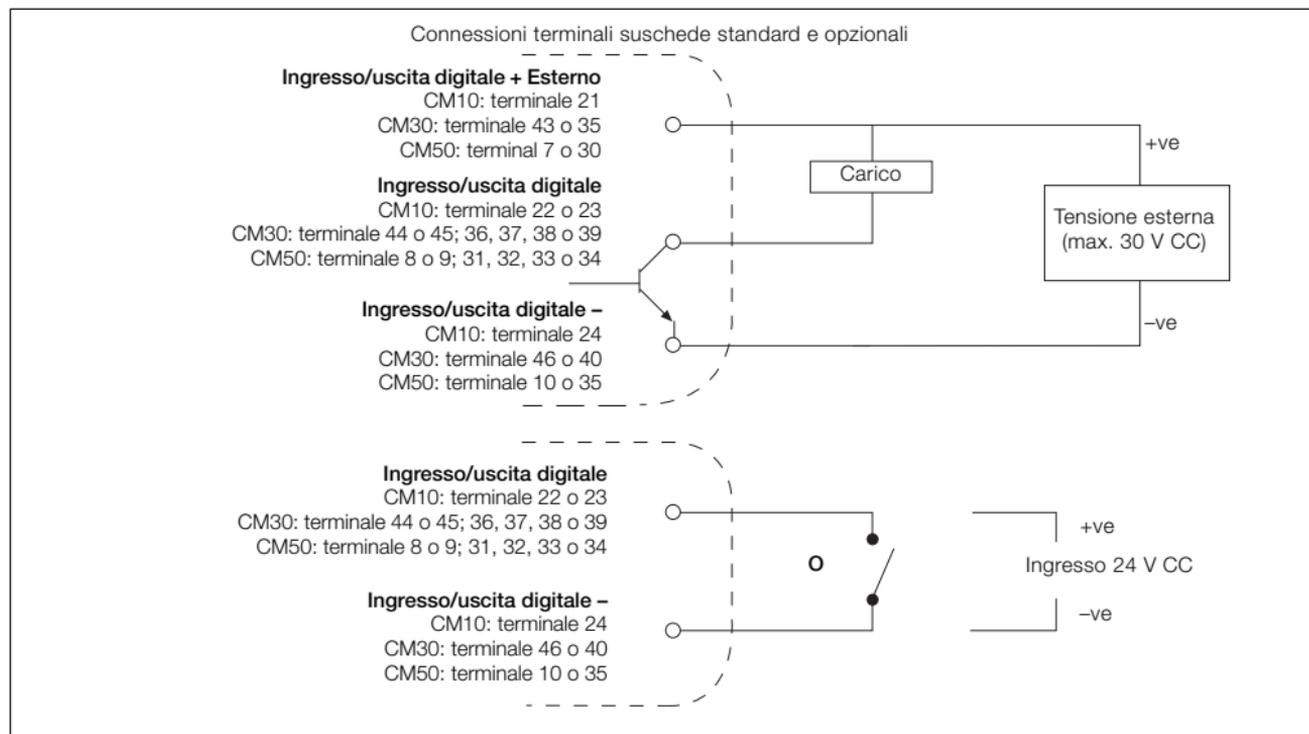

Fig. 4.13 Collegamenti uscita digitale Open Collector e ingresso digitale
**Nota.** I collegamenti ingresso digitale e uscita digitale vengono mostrati nella Fig. 4.13 – vedere pagina 113 per opzioni tipo di uscita/ingresso digitale.